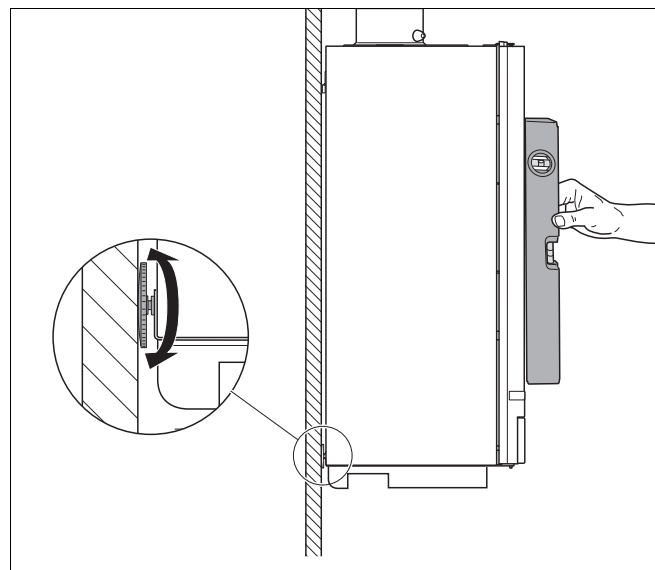

Fig. 8 CV-toestel met stelschroef uitlijnen
- Lijn het cv-toestel met behulp van de stelschroef en een waterpas uit (→ fig. 8).